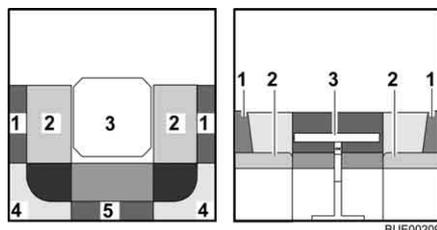

Fig. 72 Antes de la transformación
- Transformar la mesa (Fig. 72,3) en base de cama (véase apartado 6.10).